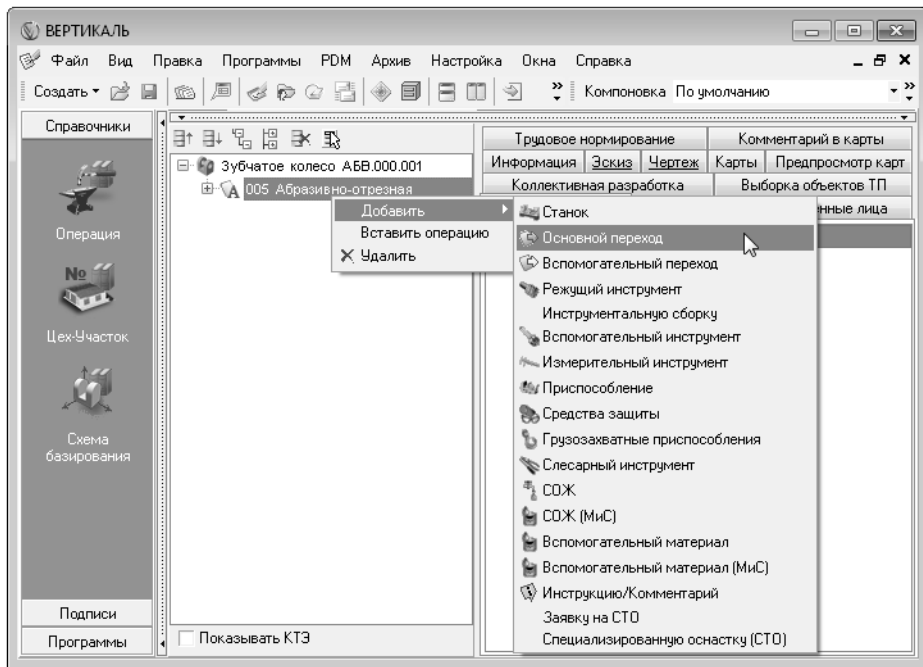

Рис. 2.5.
3. Установите курсор на названии операции *005 Абразивно-отрезная*. Нажмите правую кнопку мыши и выберите в контекстном меню **Добавить — Основной переход** (рис. 2.5).